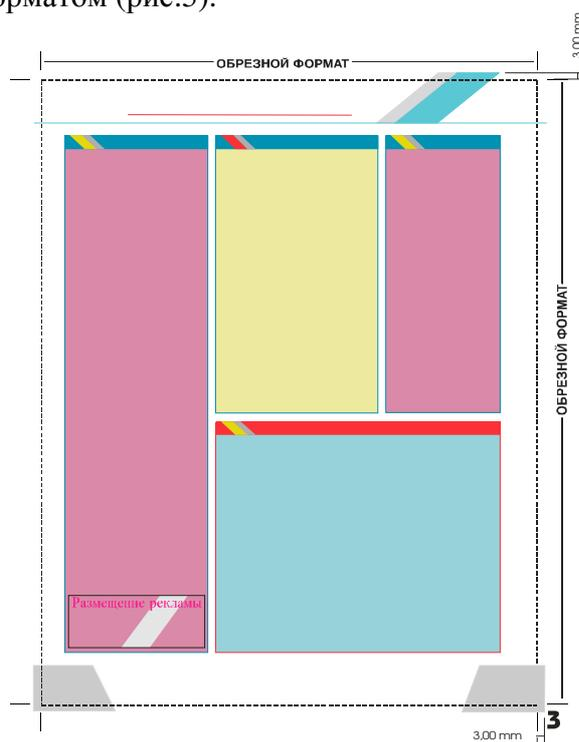

Рис.5
7.6. В макете должны быть указаны все номера страниц и отмечены все пустые полосы. В случае, если по соображениям дизайна на полосе отсутствует колонцифра, на макете номер полосы по порядку указывается вручную. А в файлах номер страницы ставится за обрезным форматом (рис.5).